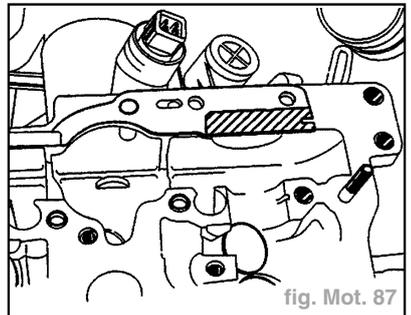

fig. Mot. 87
- Remplacer le joint métal-caoutchouc du dispositif de distribution variable ou du tendeur de chaîne et enduire légèrement la zone hachurée de produit d'étanchéité "D 454 300 02" (fig. Mot. 87).